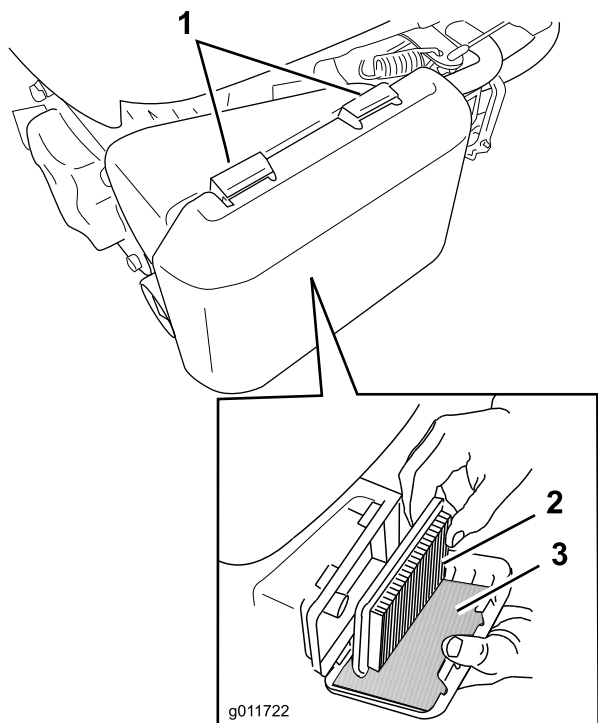

Figura 21
1. Premete verso il basso le linguette di chiusura del coperchio del filtro dell'aria (Figura 21).
3. Estraiete il filtro aria di carta e il prefiltro in schiuma sintetica (Figura 21).